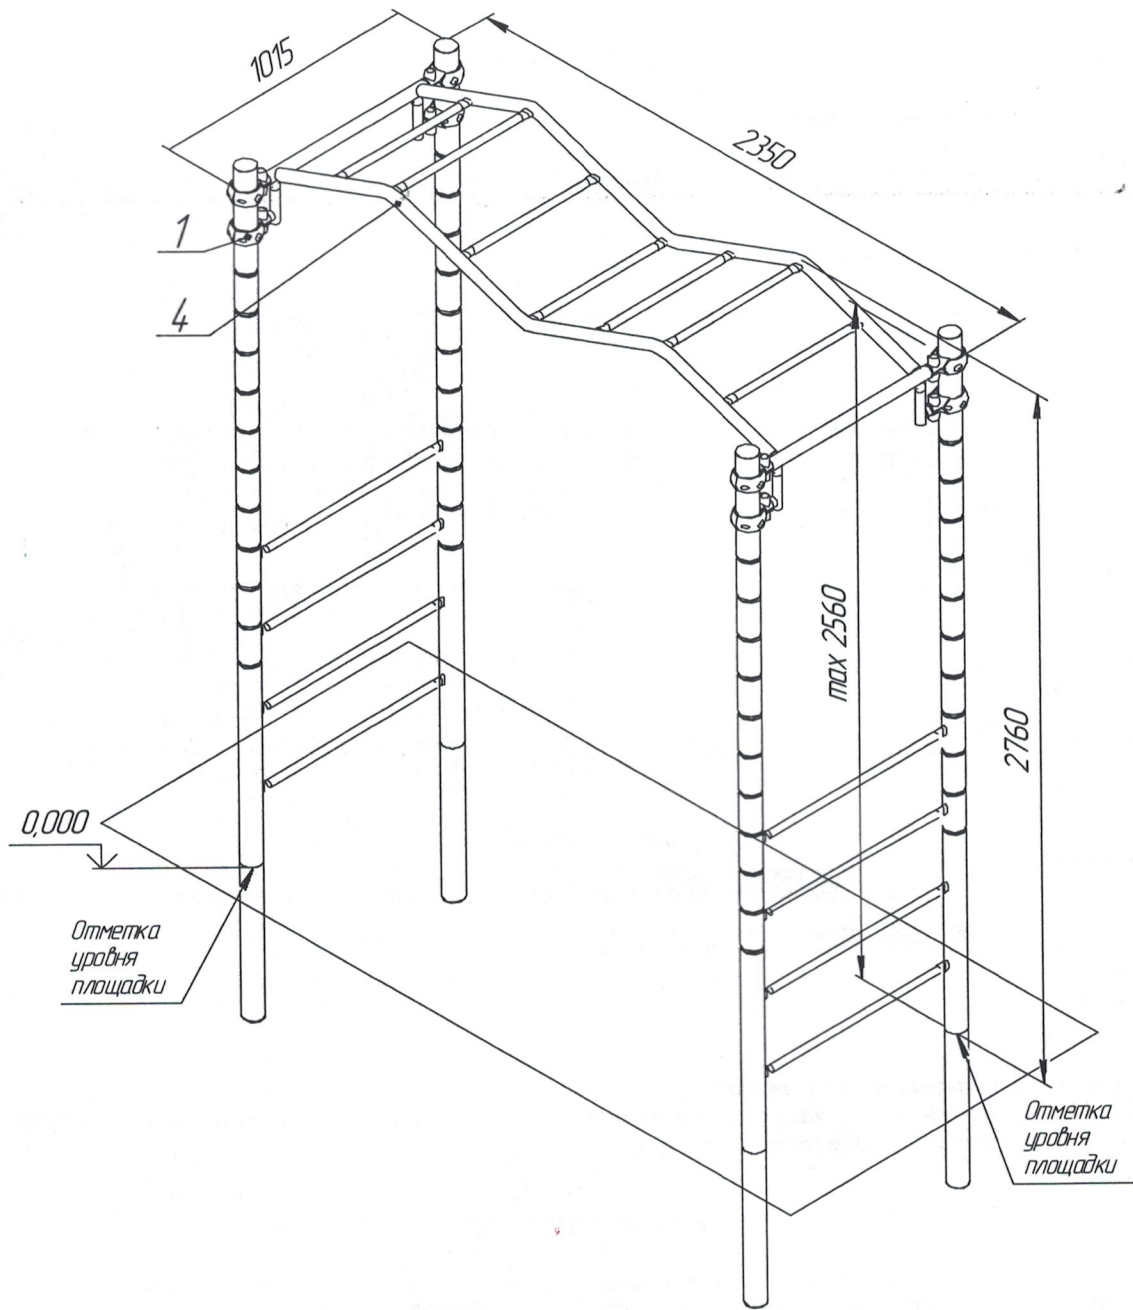

Рис.1
10.3.2 Произвести сборку и монтаж изделия (см. рис. 1; 3):